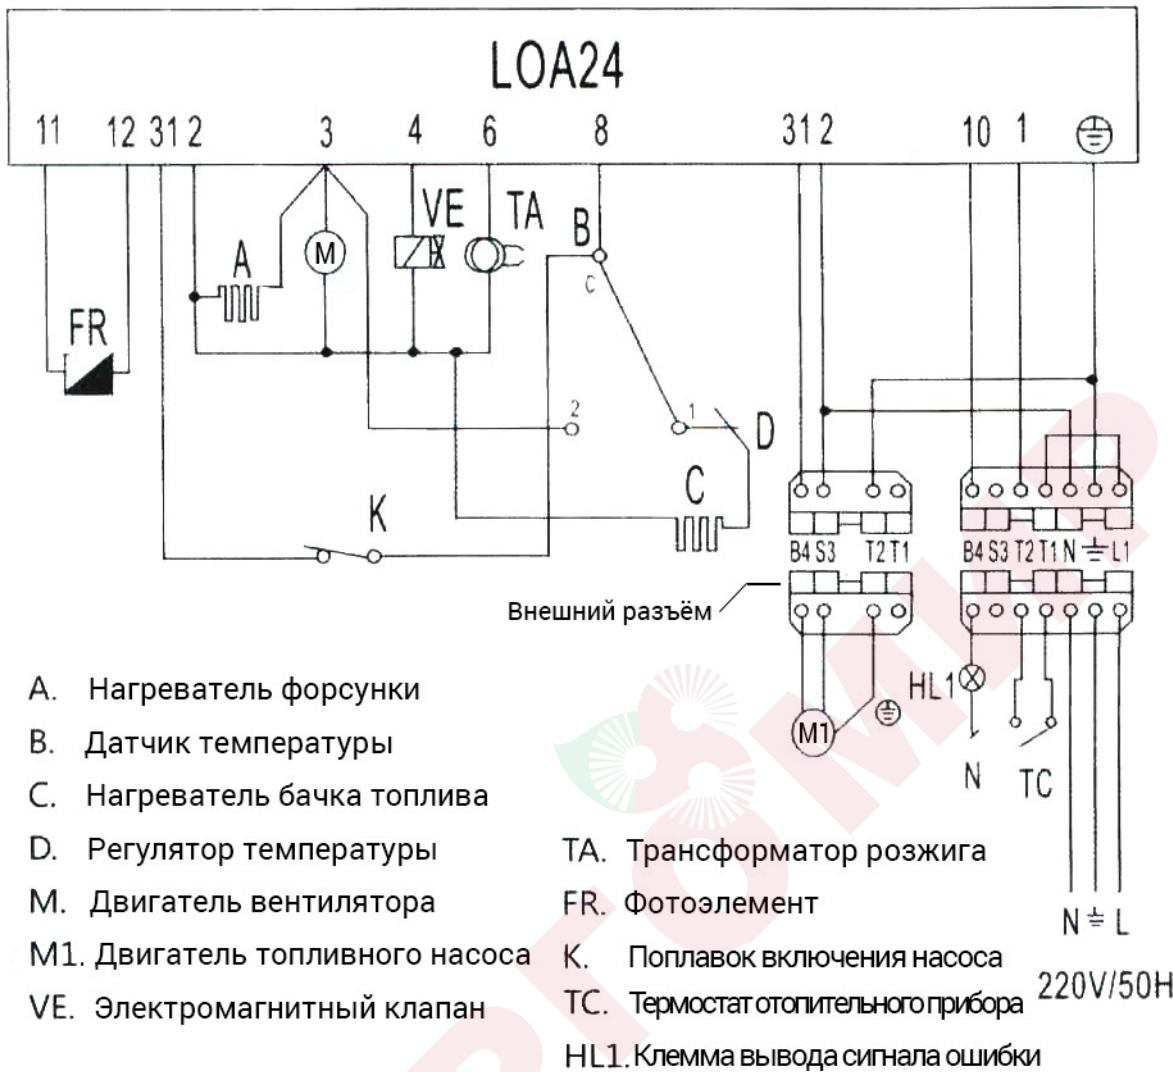

Рис. 8. Схема подключения горелок NORTEC WB 40S,80S,110S,140S,170S,200S
Для того, чтобы отрегулировать давление первичного воздуха, потяните вверх колпачок регулятора давления (рис. 8) и вращайте его для увеличения или уменьшения давления.
Электрическое подсоединение подъемного агрегата производится согласно электрической схеме горелки (рис. 8).
2. Подсоедините кабель от насоса подъемного агрегата к соответствующим контактам внешней части разъема горелки (рис. 8)
3. Подключите внешний термостат безопасности и термостат отопительного прибора в разрыв питающей цепи, как показано на рис. 8.
5. Подключите цепь питания к внешней части разъема горелки согласно рис. 8.